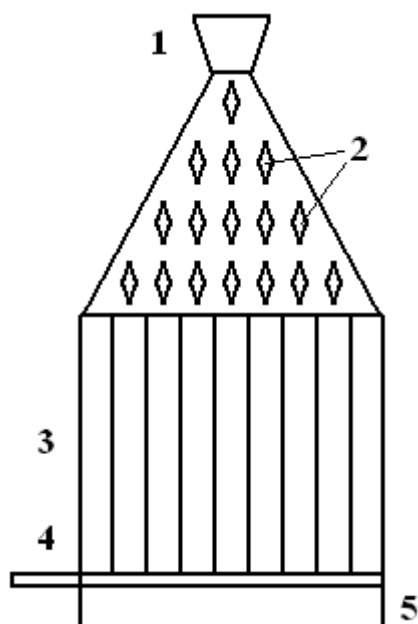

Рис. 2. Механическая модель Гальтона для изучения случайных процессов.
Закон нормального распределения хорошо подтверждается экспериментом. В данной работе изучение этого закона проводится на механической модели, воспроизводящей картину случайных отклонений от среднего положения маленьких металлических шариков, рассеиваемых с равной вероятностью вправо и влево большим числом металлических призм. Прибор (рис. 2) состоит из воронки 1, рассеивающих призм 2, ящика 3 с узкими ячейками, имеющими прозрачные стенки из плексигласа, выдвижным дном 4 и коробки 5, расположенной в основании прибора.
2. Подсчитать число шариков  $n_k$  в каждой ячейке установки. Для этого выдвинуть дно ящика (рис.2) установки на ширину одной ячейки, чтобы шарики высыпались в коробку. Снять ящик с коробки, подсчитать число шариков  $n_k$ , высыпая их в стакан. Результаты измерений записать в таблицу.